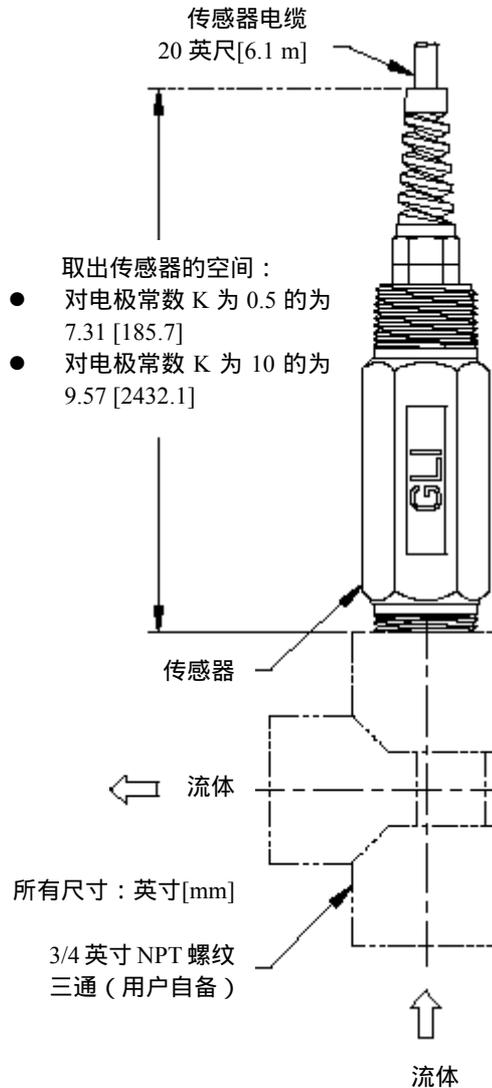

图 2-2 用三通将传感器安装到管道中
- 将传感器插入到管道流体中,以使过程液体可以直接接触到传感器的尾部(如图 2-2)。
1. 参考图 2-2，安装合适尺寸（3/4 - 2 英寸）的管道三通到过程管道中。